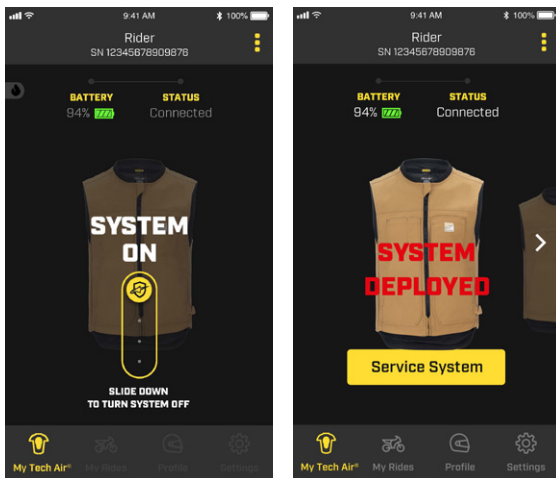

Figura 19
Durante la guida, la modalità "SYSTEM ON" è attiva e di conseguenza, per motivi di sicurezza, l'utente non può accedere alla maggior parte delle funzioni dell'App. Nel caso in cui il Sistema debba essere disattivato dall'utente, ad esempio durante una sessione di guida intensa fuoristrada, è possibile spegnerlo utilizzando l'icona a scorrimento sull'App (come mostrato nella Figura 19). Per riattivarlo, aprire e chiudere la Zip di Attivazione (1).
In caso di dispiegamento, l'App mostrerà lo stato corrispondente con la dicitura "SYSTEM DEPLOYED" (sistema distribuito), come illustrato nella Figura 19.